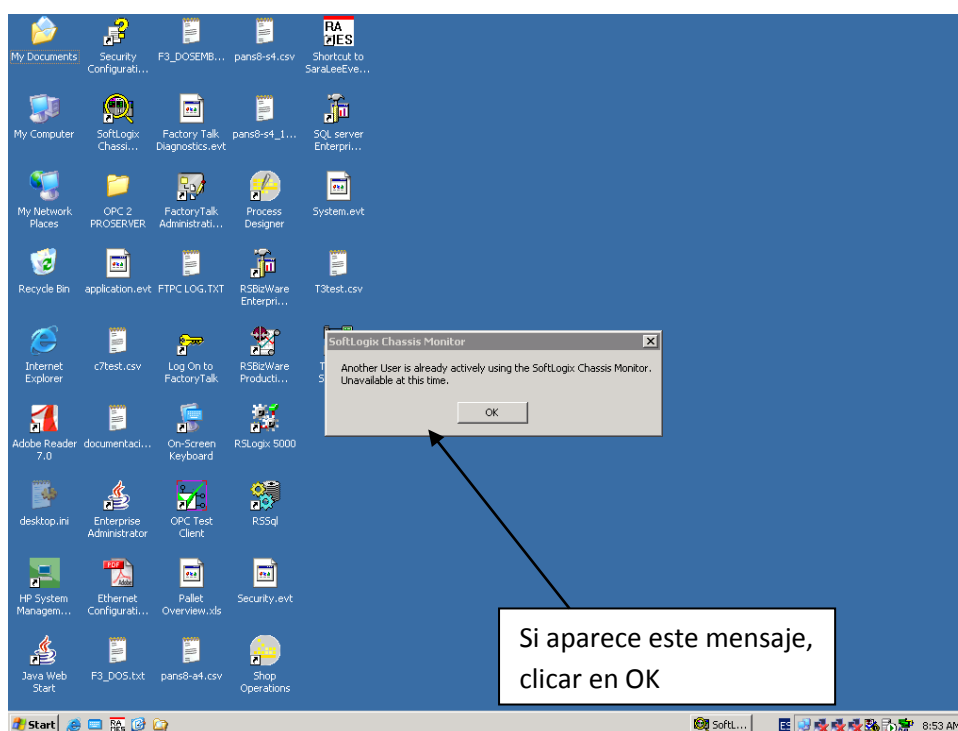

Imagen 12
9.- Conectaremos a un escritorio remoto con el siguiente aspecto (**Imagen 12**):